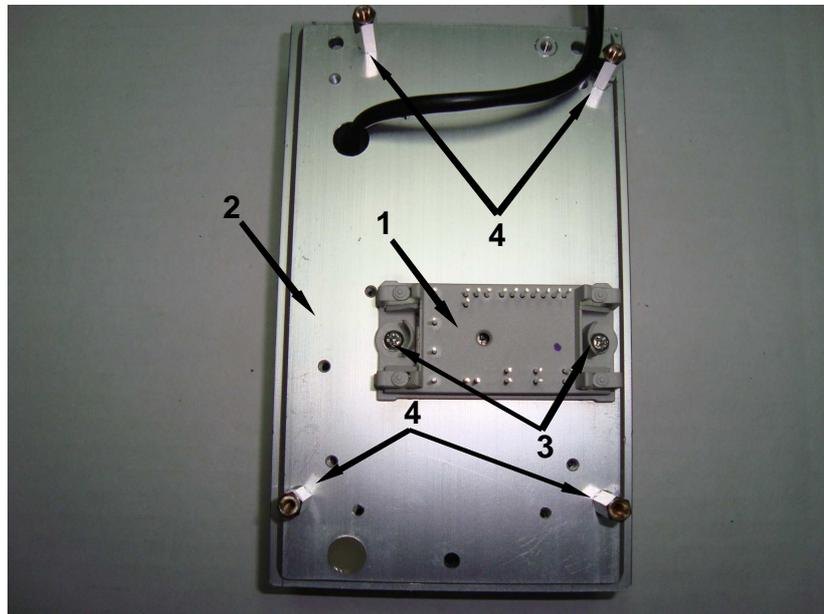
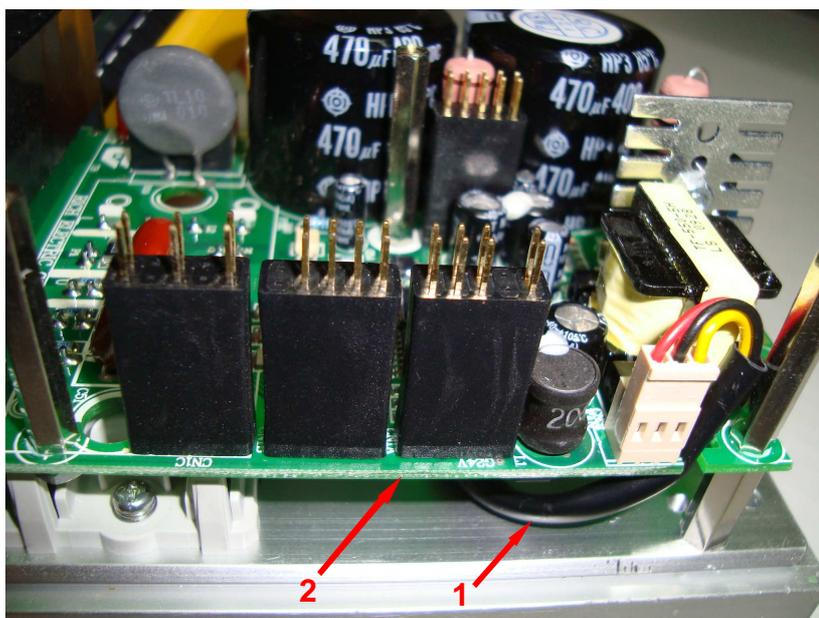

Рис. 7.2
Рис. 7.9
7.1.3. Установить матрицу 1 над отверстиями радиатора 2 (рис. 7.2) и слегка притереть.
7.1.4. Вкрутить два винта 3 (рис. 7.2) для предварительного крепления матрицы.
7.2.1. Установить плату модуля IGBT, совместив отверстия платы с резьбовыми отверстиями стоек 4 (рис. 7.2) и выводами матрицы.
7.6.1. Продеть кабель 1 питания вентилятора в отверстие радиатора (рис. 7.2), проложить кабель 1 под платой модуля IGBT и соединить его разъем с ответной частью на плате (рис. 7.9) .